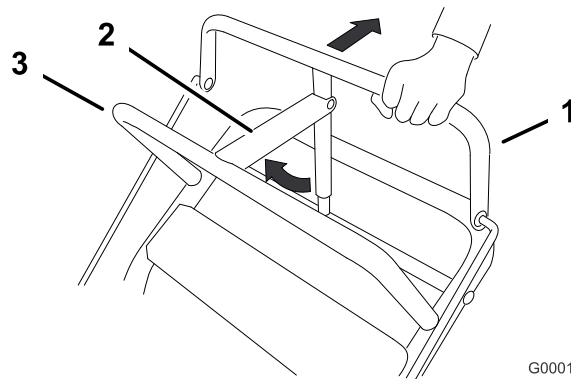

Figura 7
1. Puxe a barra de controlo superior Figura 7 para trás e mantenha-a nesta posição.
2. Eleve a alavanca do travão de mão (Figura 7) e, gradualmente, liberte a barra de controlo superior. A alavanca do travão deve permanecer na posição ativada (bloqueada).